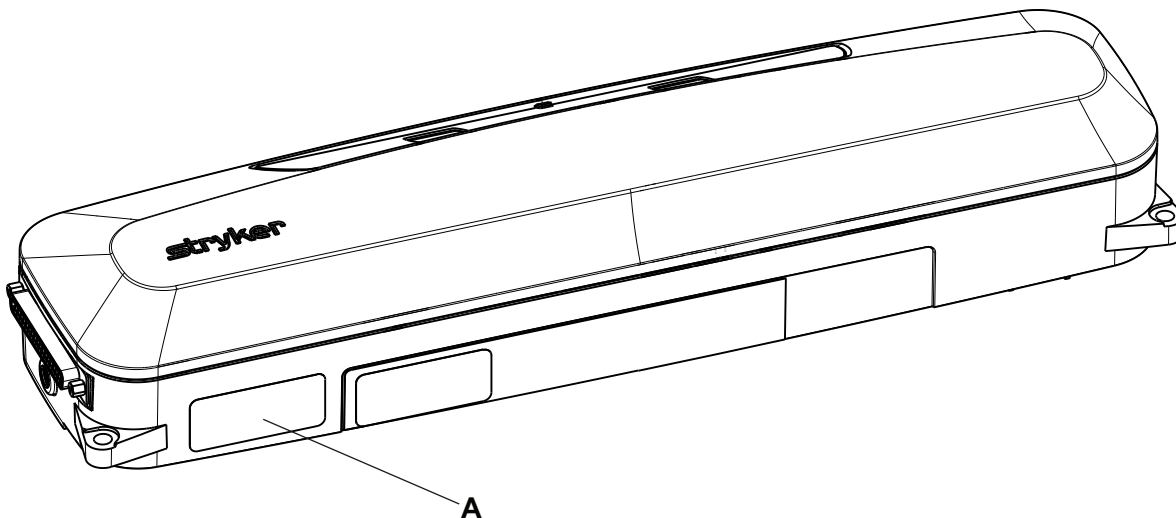

Рисунок 1 – Расположение серийного номера и BBID компании Stryker
Этикетка (A) с серийным номером и идентификационным номером отсека кровати (BBID) компании Stryker расположена на нижней панели изделия (Рисунок 1).